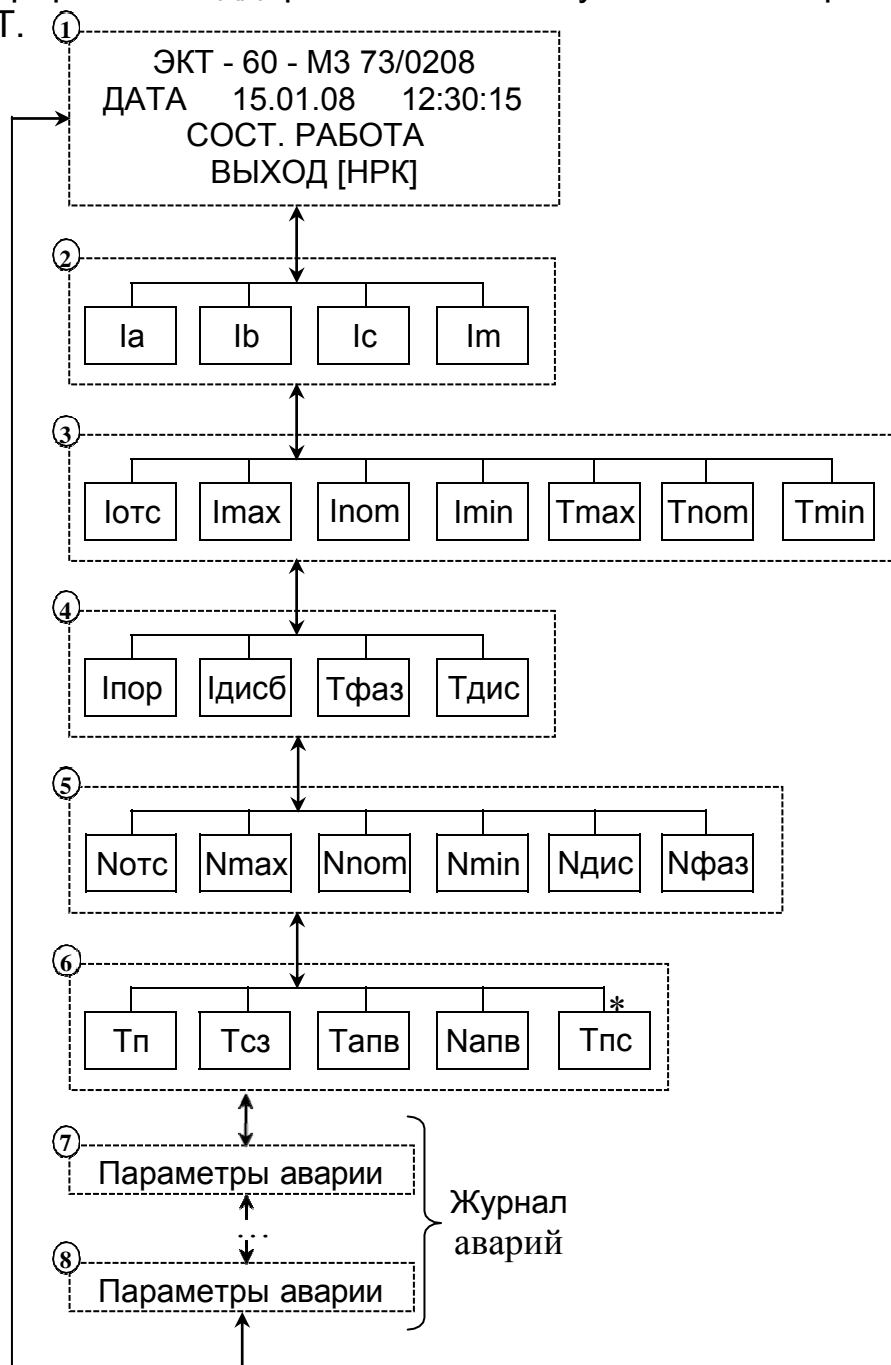

Рисунок 3
**5.5** Для установки и поддержания связи между пультом и электронным контроллером тока ЭКТ (ЭКТМ), необходимо совместить ИК-приемо-передатчики обоих устройств на расстоянии 10-20 см друг от друга. При успешном налаживании связи в правом верхнем углу дисплея появится мигающий знак « ■ ». На дисплее отобразится страница №1 рис.3, описывающая модель контроллера (ЭКТ-60-М3), серийный номер (73) и дату выпуска ЭКТ (02.08), текущую дату и время, установленные в контроллере, текущее состояние (**РАБОТА/АВАРИЯ**) и выход контроллера (**НЗК** (нормально замкнутый контакт) / **НРК** (нормально разомкнутый контакт)). Перемещаясь с помощью кнопок «**ВЫБОР СТРАНИЦЫ**» по страницам указанной диаграммы можно просмотреть все параметры настраиваемого контроллера.
Страницы №7-87 описывают параметры аварий. Журнал аварий может содержать до 80 страниц, каждая из которых описывает отдельное аварийное событие: дату/время его происхождения и причину аварийного отключения. Для просмотра значений параметров контроллера, отображенных на страницах рис.3, необходимо непрерывно поддерживать связь пульта с электронным контроллером тока ЭКТ.